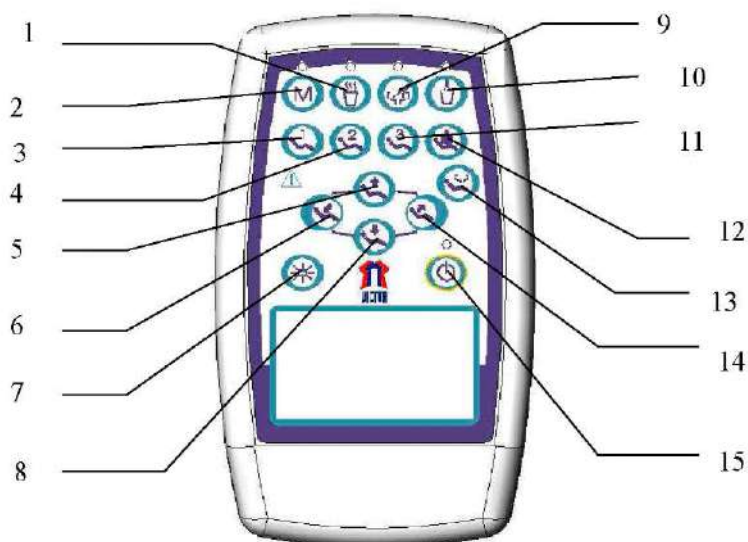

Рис. 2-4В
Рис. 2-4а
3) Управление креслом пациента (см. рис. 2-4 и рис. 2-5):